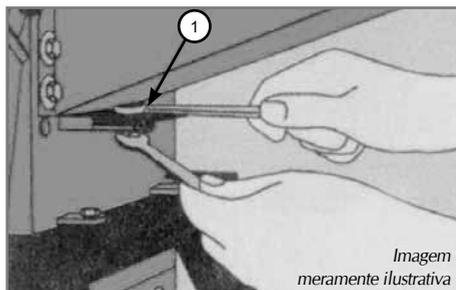

Figura 1
A regulagem é feita soltando a porca sextavada (1) conforme a Figura 1 e deslocando a contrafaca até que as facas fiquem a uma distância de aproximadamente 1,5 mm para o TRP 30 e TRP 40, 2,0 mm para o TRP 40G e 4,0 mm para o TRP 400 (Figura 2).